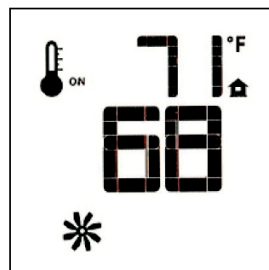

Figure 68.
- La vitesse du ventilateur peut être ajustée à six niveaux de réglage. Pour activer cette fonction, appuyez sur la touche «Mode» pour afficher l'icône du ventilateur (Fig. 68). Le ventilateur ne démarrera pas s'il n'est pas réglé à «ON».